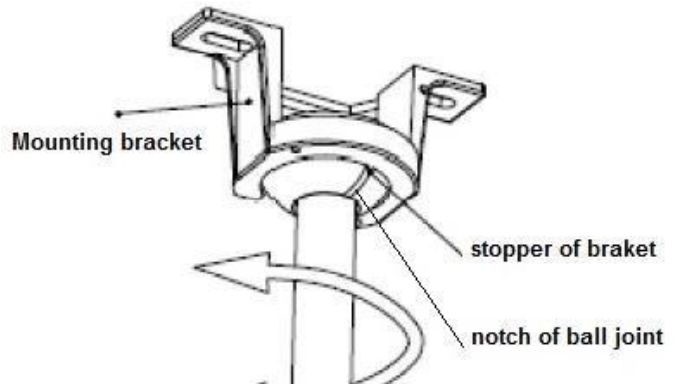

Fig. 5
- Επιβεβαιώστε ότι η εγκοπή της σφαιρικής αρθρώσεως είναι ευθυγραμμισμένη πάνω στο ‘stopper’ του βραχίονα στήριξης αποτρέποντας την περιστροφή της. Fig. 5